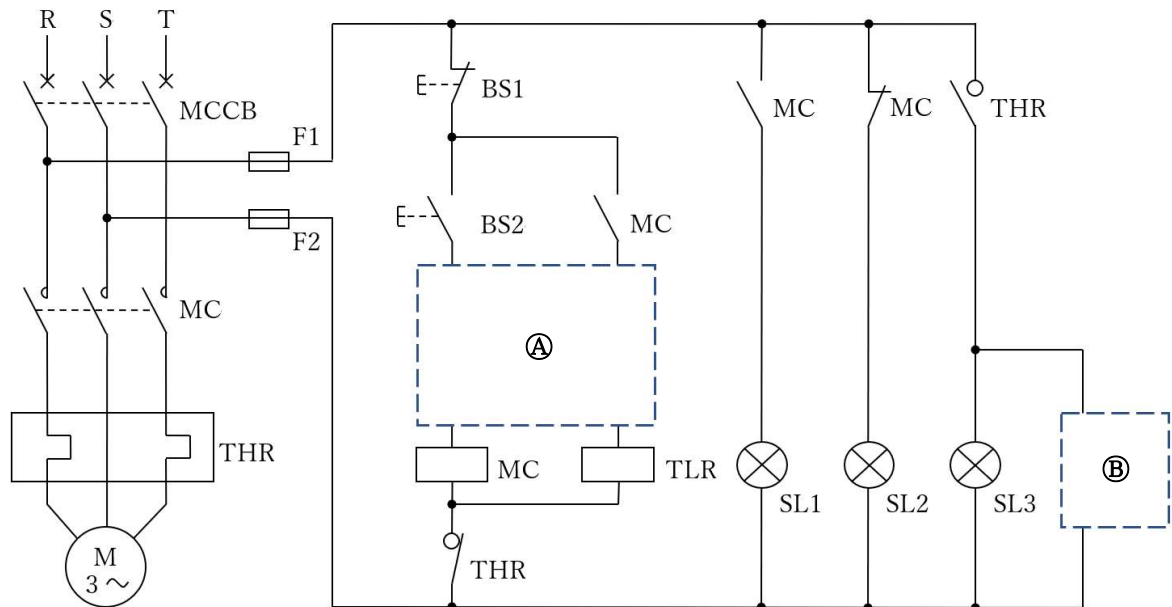

図 4－1
設問 2 図 4－1 は、低圧三相かご形誘導電動機を押しボタンにより始動させ、タイマの設定時間で停止させる制御回路である。この回路について、以下の（１）～（５）の記述の（ ⑤ ）～（ ⑩ ）にあてはまる最も適切なものを解答群からそれぞれ一つずつ選び、記号ア～エで答えなさい。
（２） 動作時間が 0.1 秒の高速形漏電遮断器を設けて図 4－1 の制御盤を電源に接続した。接地工事の抵抗値は、（ ⑥ ）Ω 以下である。
⑥の解答群